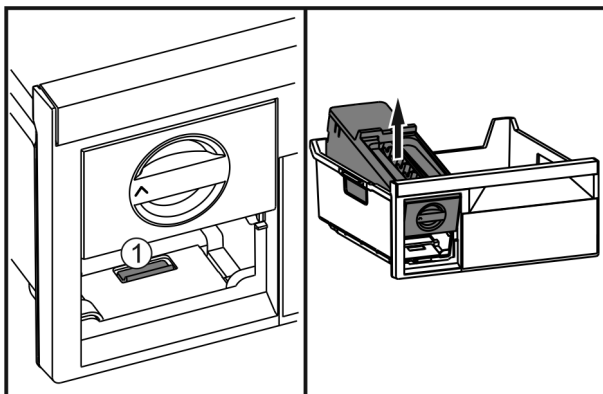

Fig. 27
- ▶ Lip Fig. 27 (1) indrukken, EasyTwist-Ice van achter optillen en uit de vrieslade nemen.